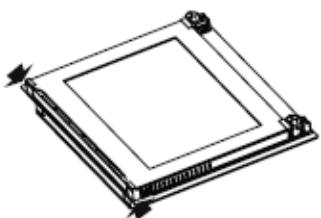
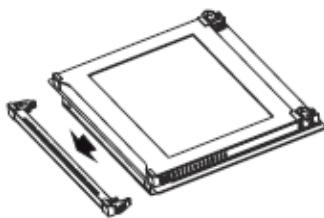
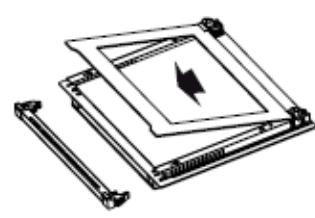

Figura 10
Figura 11
Figura 12
1. Apăsați pe sistemele de blocare din plastic din partea stângă și din partea dreaptă, așa cum este indicat în figura 10, apoi scoateți profilul, trăgând de acesta către dumneavoastră, așa cum este indicat în figura 11. Geamul este eliberat după scoaterea profilului așa cum este indicat în Figura 12. Trageți cu atenție geamul către dumneavoastră. Dacă este necesar, geamul central poate fi scos în același mod. Geamul exterior este fixat pe cadrul ușii cuptorului. Geamurile pot fi curățate cu ușurință după separate. După finalizarea operațiilor de curățare și întreținere, puteți pune la loc geamurile și profilul, urmând în ordine inversă procedura necesară demontării acestora. Asigurați-vă că geamul este introdus în poziția corectă și că profilul este poziționat corespunzător.
2. Scoateți șuruburile din partea stângă și din partea dreaptă, așa cum este indicat în figura 13. Scoateți profilul, trăgând de acesta către dumneavoastră, așa cum este indicat în figura 11. Geamul este eliberat după scoaterea profilului așa cum este indicat în Figura 15. Trageți cu atenție geamul către dumneavoastră. Dacă este necesar, geamul central poate fi scos în același mod. Geamul exterior este fixat pe cadrul ușii cuptorului. Geamul poate fi curățat cu ușurință după scoaterea acestuia. După finalizarea operațiilor de curățare și întreținere, puteți pune la loc geamurile și profilul, urmând în ordine inversă procedura necesară demontării acestora. Asigurați-vă că geamul este introdus în poziția corectă și că profilul este poziționat corespunzător.